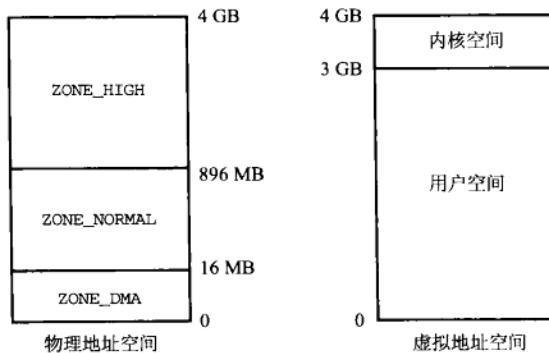

图2-5 32位PC系统上默认的地址空间分布
在32位x86系统上，默认的内核配置会将4 GB的地址空间分成给用户空间的3 GB的虚拟内存空间和给内核空间的1 GB的空间（如图2-5所示）。这导致内核能处理的处理内存有1 GB的限制。现实情况是，限制为896 MB，因为地址空间的128 MB已经被内核数据结构占据①。通过改变3 GB/1 GB的分割线，可以放宽这个限制，但是由于减少了用户进程虚拟地址空间的大小，在内存密集型的应用程序中可能会出现一些问题。